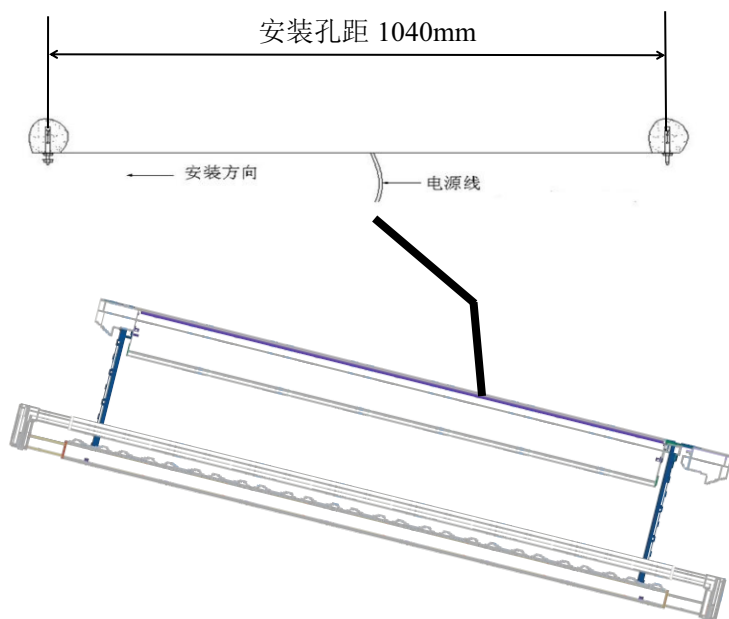

图 6
- 5、小心托起整机，将主机一端插在两个膨胀螺丝的垫片上，接着托起另一端把垫片及螺母装上锁紧，然后，再把第一端的螺母拧紧，如图 6 所示，6 图仅供参考。（**注意请勿大力摇动剪刀架，避免其与主机有刮碰**）